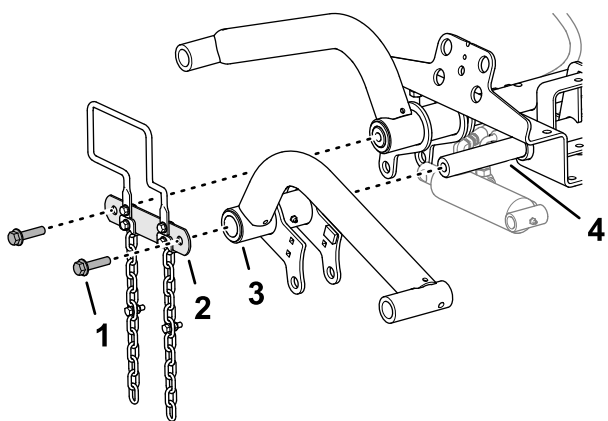

Figura 11
1. Monte los brazos de elevación en los ejes de giro de los brazos de elevación, como se muestra en la Figura 11.
2. Monte la pletina de unión en los ejes de giro de los brazos de elevación (Figura 11) con los 2 tornillos con arandela prensada (1/2" x 2") que se retiraron en Preparación para la instalación de los brazos de elevación (página 16).